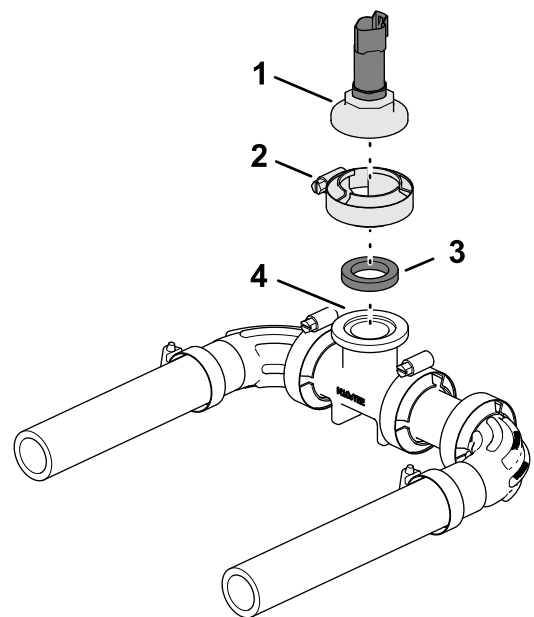

Figura 57
- Alinee el tapón de acoplamiento conectado con el transductor de presión y la junta a la brida del acoplamiento en T del distribuidor (Figura 57).
- Sujete el tapón de acoplamiento y la junta al acoplamiento en T con la abrazadera para bridas (Figura 57).